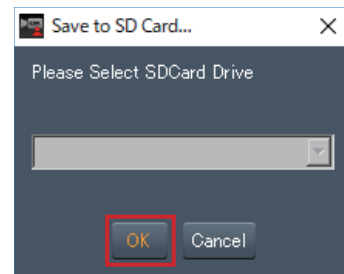

図 2
- 4 保存する SD カードを選択し [OK] をクリックする。(図 2)